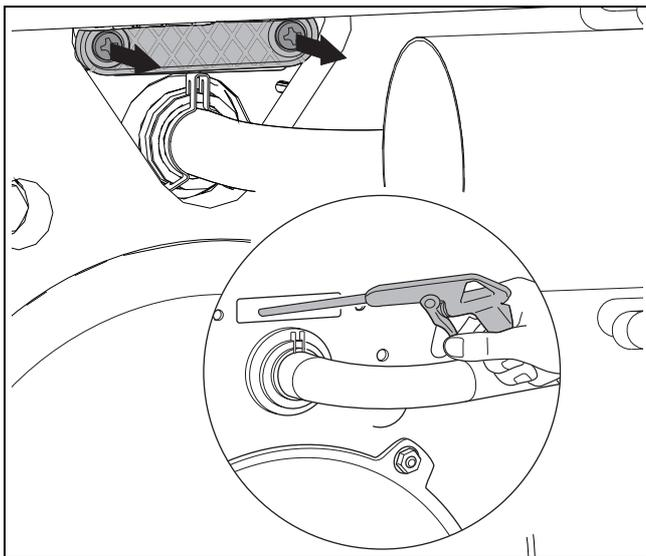

Bild 81 Wärmetauscher mit Sprühlanze reinigen
- ▶ Lose Partikel mit Wasser (z. B. Sprühlanze; Zubehör) aus dem Feuerraum und dem Abgasmantel spülen (→Bild 81).